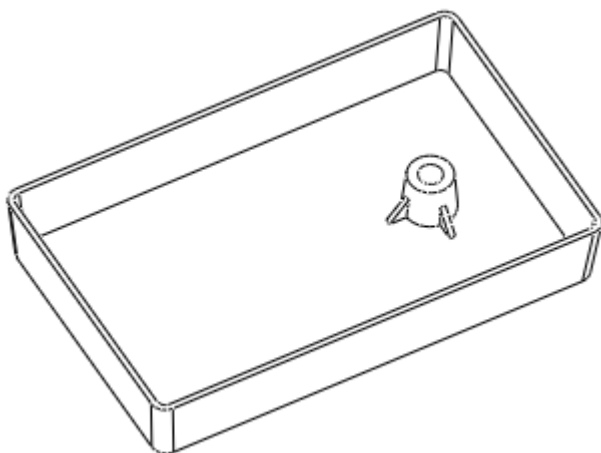

图 46-22
- (3) 单击【方向】菜单中的【正向】，在消息输入窗口中输入旋转角度值 90。
- (4) 单击【完成移动】 【完成】，单击鼠标中键完成特征的复制，如图 46-22 所示。